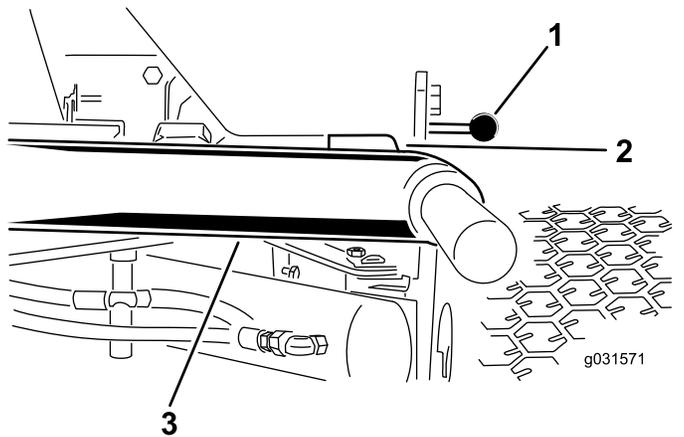

Figura 6
1. Arranque el motor, eleve las unidades de corte y compruebe que la holgura entre cada brazo de elevación y el soporte de la chapa de suelo es de 5 a 8 mm (0.18" a 0.32"), tal y como se muestra en la Figura 6.